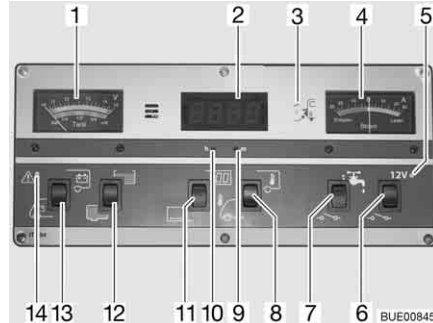

Fig. 172 Panneau de contrôle IT 994
Observer sur l'indicateur de charge/de niveau de réservoir (Fig. 172,1), la graduation supérieure. L'indicateur s'éclaire automatiquement dès qu'un commutateur est actionné.
- Commutateur à bascule (Fig. 172,13) vers le bas : La tension de la batterie de démarrage est affichée.
- Commutateur à bascule (Fig. 172,13) vers le haut : La tension de la batterie de cellule est affichée.
Observer sur l'indicateur de charge/de niveau de réservoir (Fig. 172,1) la graduation inférieure. L'indicateur s'éclaire automatiquement dès qu'un commutateur est actionné.
- Commutateur à bascule (Fig. 172,12) vers le haut : Le niveau du réservoir d'eau est affiché.
- Commutateur à bascule (Fig. 172,12) vers le bas : Le niveau du réservoir d'eaux usées est affiché.
Le voyant d'alerte rouge ALARME (Fig. 172,14) clignote dès que la charge de la batterie de cellule descend en dessous de 11 V (mesurée en marche) et qu'il y a risque de décharge profonde des batteries.
- Commutateur à bascule (Fig. 172,11) vers le haut : L'affichage de l'horloge numérique est activé. L'affichage de température est en ordre de marche.
- Commutateur à bascule (Fig. 172,11) vers le bas : L'affichage de l'horloge numérique et l'affichage de température sont désactivés.
- Appuyer avec un objet fin, p. ex. l'extrémité d'un stylo à bille, sur l'orifice pour l'affichage des heures (Fig. 172,10) jusqu'à ce que l'indication des heures souhaitée s'affiche.
- Appuyer avec un objet fin, p. ex. l'extrémité d'un stylo à bille, sur l'orifice pour l'affichage des minutes (Fig. 172,9) jusqu'à ce que l'indication des minutes souhaitée s'affiche.
- Commutateur à bascule (Fig. 172,8) vers le haut : La température intérieure s'affiche.
- Commutateur à bascule (Fig. 172,8) vers le bas : La température extérieure s'affiche.
Cet indicateur (Fig. 172,4) permet de visualiser en permanence le flux de courant actuel de la batterie. L'indicateur s'éclaire automatiquement dès qu'un commutateur est actionné.
L'interrupteur principal 12 V (Fig. 172,6) établit ou coupe le panneau de contrôle et l'alimentation 12 V de la cellule.
*Mise en marche :* ■ Commutateur à bascule (Fig. 172,6) vers le haut : L'alimentation 12 V de la cellule est assurée. Le voyant de contrôle (Fig. 172,5) s'allume en vert.
*Mise hors service :* ■ Commutateur à bascule (Fig. 172,6) vers le bas : L'alimentation 12 V de la cellule est coupée. Le voyant de contrôle (Fig. 172,5) s'éteint.
Le voyant de contrôle 12 V (Fig. 172,5) s'allume dès que l'interrupteur principal 12 V (Fig. 172,6) est enclenché.
Le voyant de contrôle jaune 230 V (Fig. 172,3) s'allume si l'arrivée du bloc électrique est sous tension de réseau.
*Mise en marche :* ■ Commutateur à bascule (Fig. 172,7) vers le haut : L'alimentation en eau est activée.
*Mise hors service :* ■ Commutateur à bascule (Fig. 172,7) vers le bas : L'alimentation en eau est désactivée.